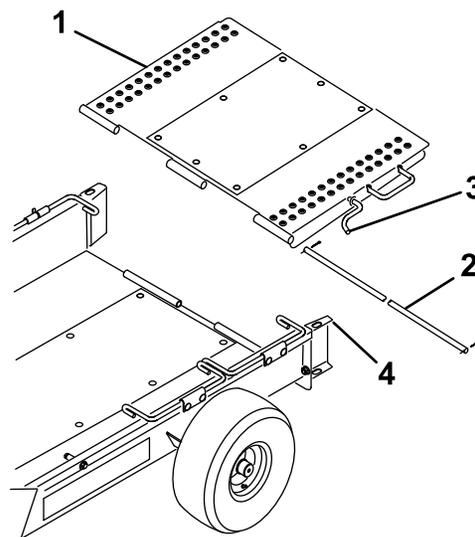

図 3
5. トレーラベッドの後部にトレーラランプを取り付けるヒンジ付きロッドとコッターピン 2本を使用する 図 3。
6. トレーラランプを跳ね上げてホイールガイド上部にある穴にランプをラッチ止めする 図 3。
8. トレーラランプを跳ね上げてホイールガイド上部にある穴にランプをラッチ止めする 図 3。